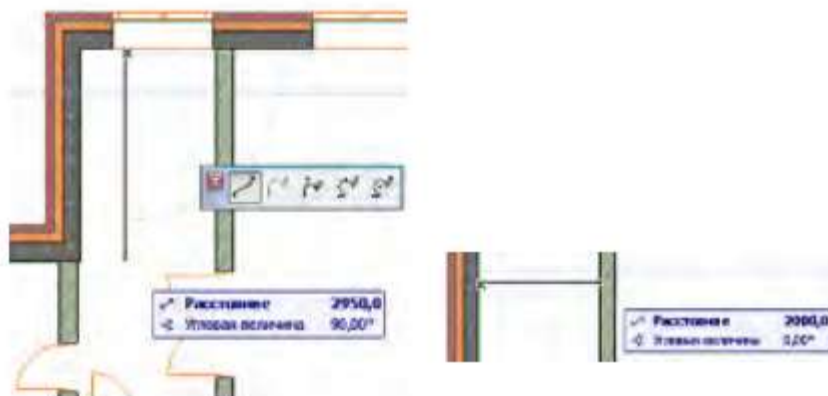

Рисунок 8.11
2. Проводя вертикальные и горизонтальные временные линии, определите размер в плане лестничной клетки: в данном случае он составил 2950×2000 мм (рисунок 8.11).